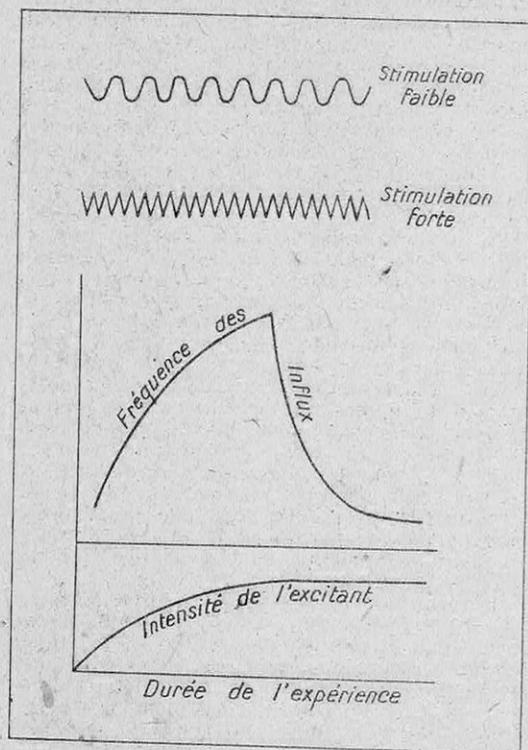

FIG. 6. — LE MESSAGE SENSORIEL.
Quelle est la nature du message transmis le long des nerfs sensitifs et des nerfs effecteurs ? Il s'agit d'ondes d'influx nerveux, phénomène longtemps mystérieux, dont on sait aujourd'hui la nature électrique spéciale. L'excitation initiale consiste en une décharge transitoire de la charge électrique positive qui entoure la fibre nerveuse comme toute cellule vivante. Cette dépolarisation se propage ensuite le long du nerf, se présentant comme une onde de forme caractéristique avec un front abrupt (phase de dépolarisation) suivi d'une repolarisation plus lente. Les caractères de l'onde (amplitude, vitesse, durée) dépendent des propriétés spécifiques de la fibre nerveuse. Ce sont les belles recherches du physiologiste anglais Adrian qui ont précisé les caractères du message sensoriel. Celui-ci ne comporte pas une onde unique, mais toujours des trains d'ondes. Quand l'intensité stimulante augmente, l'amplitude ou la vitesse de l'onde, qui ne dépendent que de la fibre nerveuse, ne varient pas ; ce qui change c'est le nombre des fibres nerveuses excitées, d'une part, et, de l'autre, la fréquence des ondes d'influx : plus l'intensité stimulante est grande et plus les ondes du message sont rapprochées (fig. 6). Le même processus intervient pour les messages moteurs. C'est ainsi qu'à l'aide d'un oscillographe sensible (1), Adrian a pu enregistrer les messages déclenchés quand on appuie sur la patte d'un chat ou qu'on la pique avec une épingle. La persistance d'une même stimulation conduit à la disparition des influx, phénomène d'adaptation qui correspond au phénomène bien connu de la disparition de la sensation par contact prolongé. Les mêmes enregistrements ont pu être obtenus sur tous les nerfs sensitifs.
(1) Voir : « Ce qu'a révélé l'oscillographe cathodique appliqué à l'étude des nerfs » (*Science et Vie*, n° 331, avril 1945).